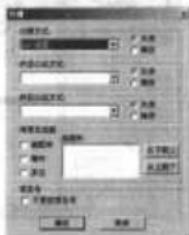

图 6-205 “分排”对话框
(1) 在材料明细表表格中，鼠标右键单击任何区域，然后在快捷菜单中选择“排序”命令，弹出“分排”对话框，如图 6-205 所示。
(2) 可编辑如下属性：